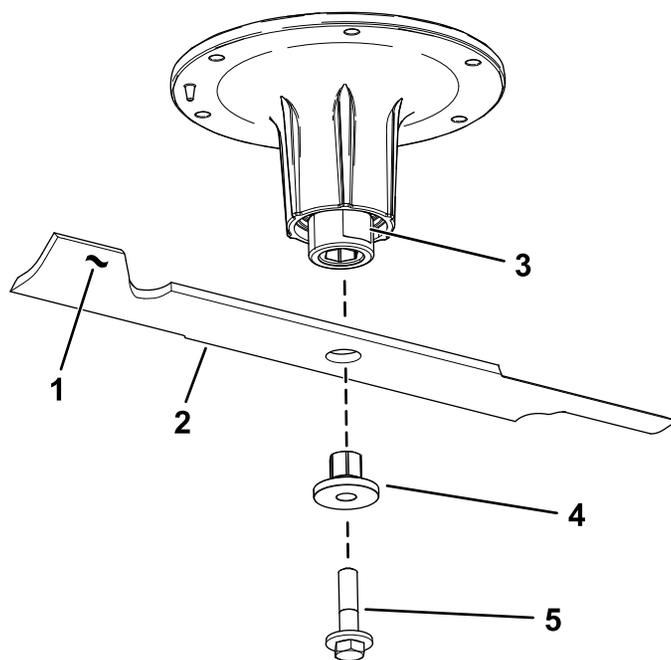

Рисунок 72
2. Снимите болт ножа, втулку и нож с вала шпинделя (Рисунок 72).